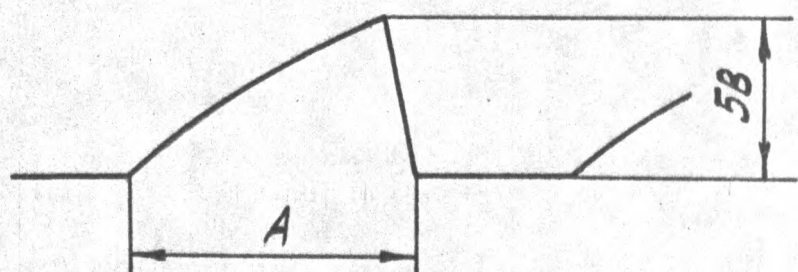

РИС. 7.5
7.2.7.4. ЗАСИНХРОНИЗИРУЙТЕ ОСЦИЛЛОГРАФ С1-79 ОТ СИГНАЛА КОНТРОЛЬНОЙ ТОЧКИ X4 И УБЕДИТЕСЬ, ЧТО ДЛИТЕЛЬНОСТЬ ИМПУЛЬСОВ $A = (24 \pm 3) \text{ мс}$, КАК ПОКАЗАНО НА РИС. 7.5.